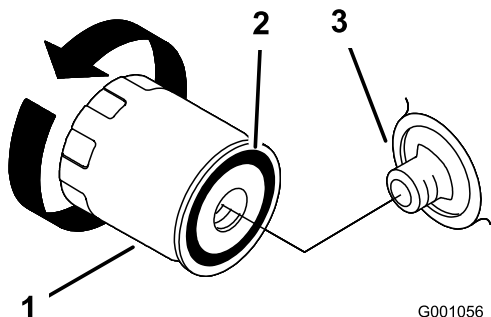

Рисунок 19
2. Снимите старый фильтр и протрите поверхность прокладки переходника фильтра (Рисунок 19).
3. Нанесите тонкий слой свежего масла на резиновую прокладку нового фильтра (Рисунок 19).
4. Установите сменный масляный фильтр на переходник фильтра, поверните масляный фильтр по часовой стрелке так, чтобы резиновая прокладка вошла в контакт с переходником фильтра, после этого затяните фильтр, повернув его еще на 2/3 – 1 оборот (Рисунок 19).